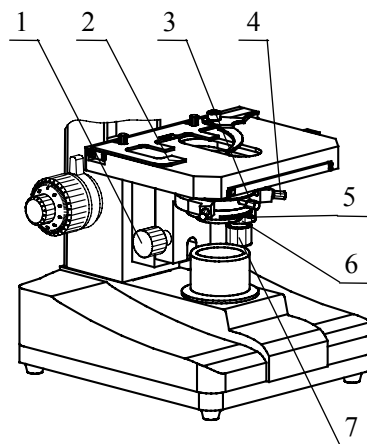

图 5
4. 机械式载物台的控制 (图 5)
1) 旋转聚光镜升降手轮可使聚光镜上下移动。旋松聚光镜固紧螺钉，可方便取下聚光镜。孔径光阑手柄，用于调节显微镜照明系统的数值孔径。(图 5)
2) 从目镜筒上取下目镜后，观察物镜光瞳像内的孔径光阑象，若物镜光瞳像与孔径光阑像不同心时，可调节聚光镜调节螺钉(图 5)。转动孔径光阑手柄，以调节